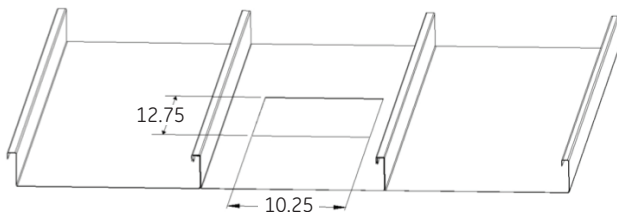

FIGURE 1
1. Procédez à une découpe rectangulaire de 10,25 po x 12,75 po (260 x 324 mm) (10,50 x 13,00 po max.) (267 x 330 mm max.) dans le plafond pour le montage de l'appareil. Si la dimension d'une découpe existante dans le plafond est moins de 10,25 po x 12,75 po (260 x 324 mm), agrandissez l'ouverture jusqu'à 10,25 po x 12,75 po (260 x 324 mm). L'ouverture intérieure de l'anneau décoratif peut être utilisée comme gabarit pour montrer la dimension minimum de la découpe. (Voir fig. 1).